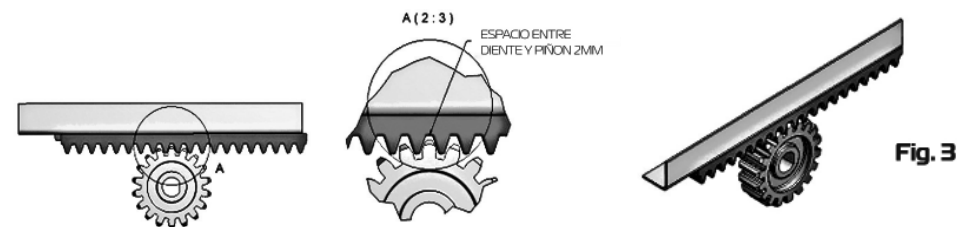

Fig. 3
1. Después de apoyar la cremallera en el engranaje de salida y tocarla en la hoja del portón, verifique si hay un espacio de 2mm entre los dientes (fig. 3). Fijela en la hoja del portón con tornillos o con soldadura a cada 40mm.